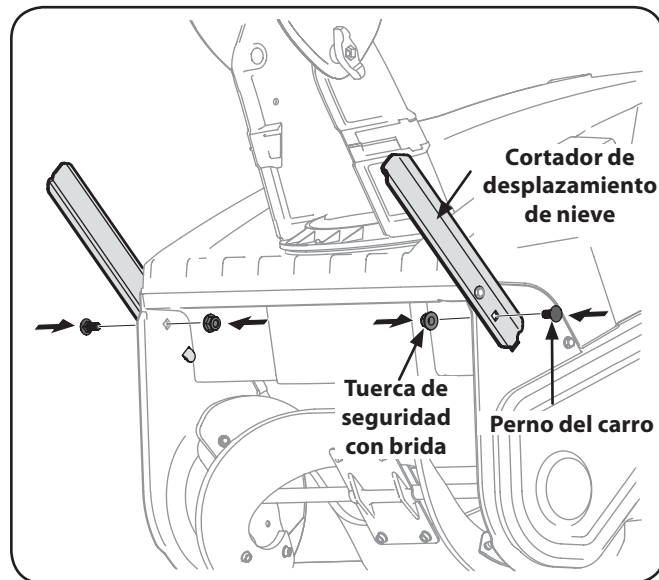

Figura 3-6
2. Instale los cortadores y asegure con los pernos del carro y las tuercas de seguridad con brida extraídas en el paso 1. Vea la Figura 3-6.